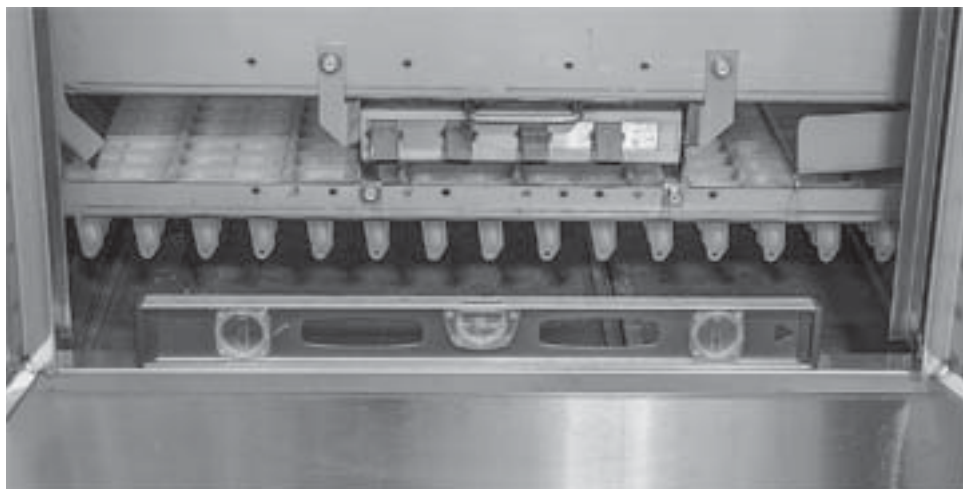

Fig. 2
- Mettez à niveau la section centrale au long de sa longueur en ouvrant les portes et plaçant un niveau entre chacune des portes au long du rail de support du réservoir (Fig. 2). Ne pas vérifier le niveau à partir du sommet des portes. Ajustez les pieds en les vissant ou les dévissant au besoin pour mettre à niveau.
Les rails de support du réservoir devraient être à niveau sur toute la longueur de la machine (Fig. 2.). Les sections à raccorder devraient être à niveau d'une extrémité à l'autre (Fig. 3).